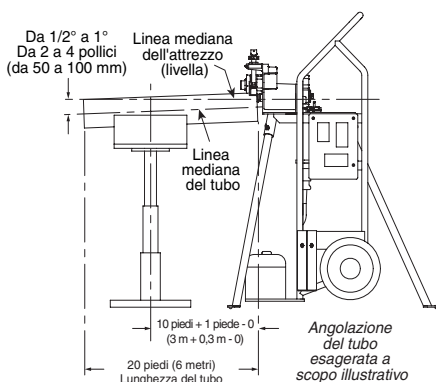

Figura 1 - SUPPORTO DEL TUBO
a. Accertarsi che l'attrezzo sia stabile. Per i requisiti di livellamento, si veda la sezione "Montaggio dell'attrezzo" a pag. 6. Fissare il supporto per tubi a un'altezza tale da creare una caduta di $1/2 - 1^\circ$ del tubo rispetto all'attrezzo (Figura 1). Ciò consentirà una migliore tracciatura del tubo e una ridotta svasatura terminale.
e. Collocare il supporto per tubi in un punto appena oltre la metà del tubo rispetto alla distanza dall'apparecchio. Si veda la Figura 1 (sotto).
- La Figura 1 mostra un supporto per tubi standard.